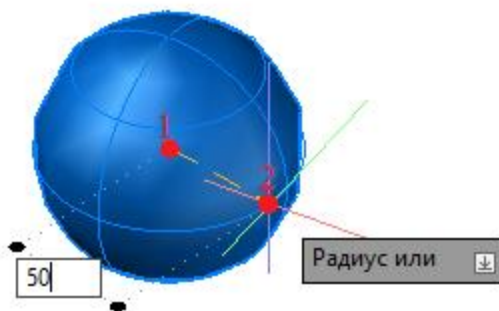

Рис. 4.4. Построение сферы
- команда «Сфера» позволяет шар можно путем указания его центральной точки и точки на радиусе (рис. 4.4).